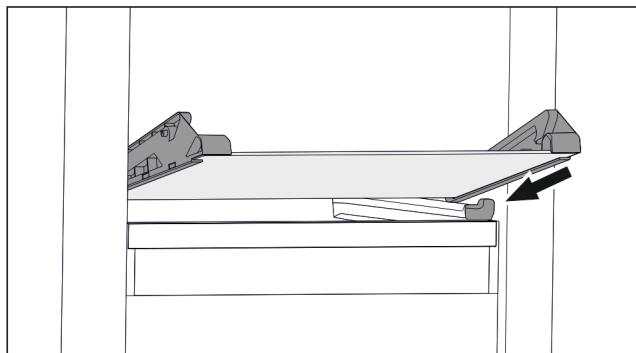

Fig. 60 Skleněná deska odklápěcí zásuvky
- ▶ Nasadte skleněnou desku šikmo za zářžky. (viz Fig. 60)